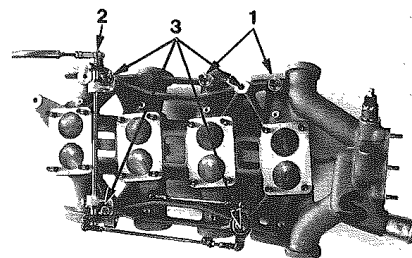
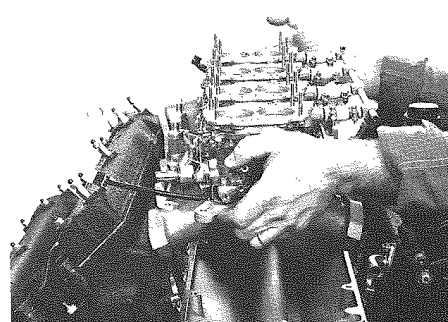

Fig. 22 - 1) Valvole di non ritorno - 2) Molletta di ritegno - 3) Viti
Fig. 23 - Gruppo collettori
- Sfilare i tubi in gomma sulle due valvole di non ritorno 1 (**Fig. 22**).
- Smontare l'asta comando Kick-down estraendo la molletta di ritegno 2 dallo snodo (**Fig. 22**).
- Allentare le viti di fissaggio 3 (**Fig. 22**), ed estrarre il gruppo collettori verso l'alto (**Fig. 23**). Rimuovere gli anelli di tenuta.
- Remove the rubber tubes on the two non-return valves 1 (**Fig. 22**).
- Remove kick-down control rod by withdrawing retaining spring 2 from joint (**Fig. 22**).
- Loosen fixing screws 3 (**Fig. 22**), and withdraw from the top manifolds group (**Fig. 23**). Remove seal rings.